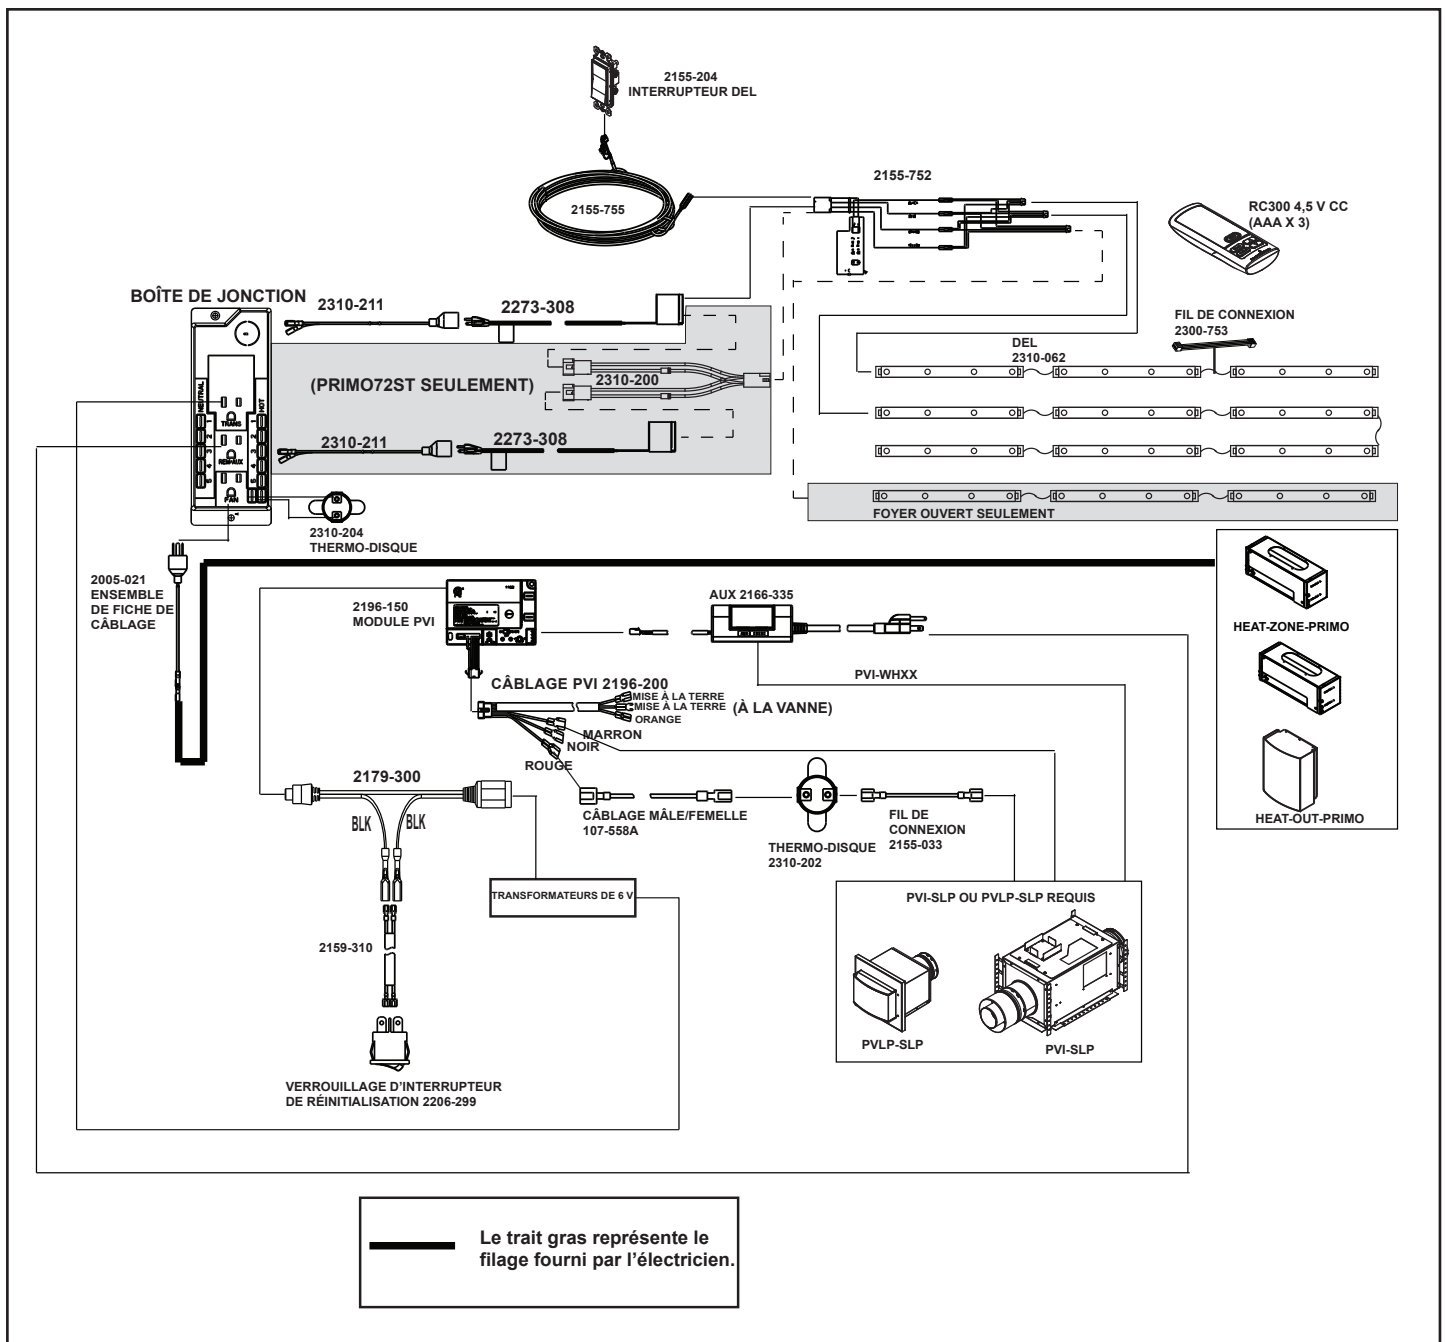

Figure 8.7 Schéma de câblage PRIMO
- Se référer à la figure 8.7, Schéma du câblage IPI.